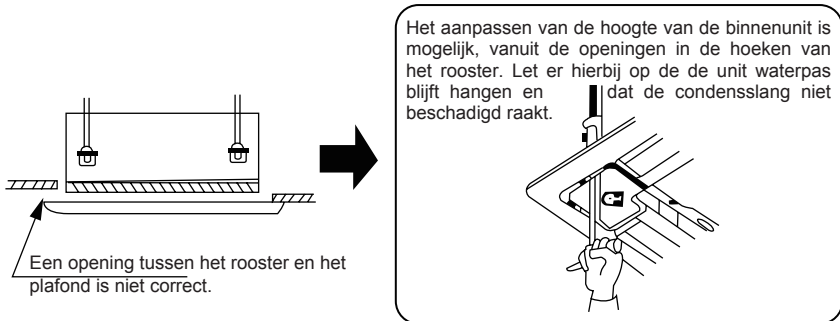

Fig.8.14
- (2). Indien er na montage van het rooster nog een opening is tussen het rooster en het plafond, dient de montagehoogte van binnenunit aangepast te worden. (Zie Fig.8.14).